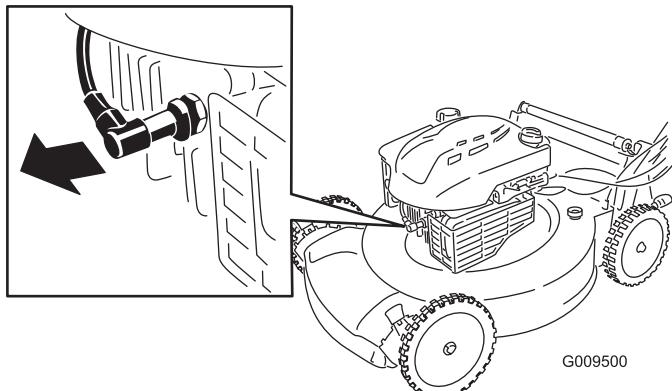

Figure 18
- Débranchez le fil de la bougie (Figure 18) avant de procéder à un quelconque entretien.